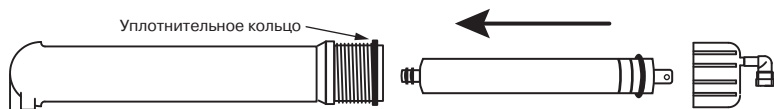

Рис. 16
1. Установите префильтр(ы). Первый префильтр (маркировка на колбе PREFILTER) уже установлен во всех моделях. В во вторую колбу (маркировка CARBON) установите угольный картридж. В третью ступень (SEDIMENT) установите механический префильтр. Картриджи, соответствующие ступеням очистки для каждой модели фильтров, перечислены в таблице на стр. 18 . Для установки картриджа необходимо раскрутить колбу при помощи ключа (10). Аккуратно снимите защитную пленку с картриджа и установите его в колбу. Обратите внимание на маркировку “THIS END NEXT TO VESSEL THREADS“ на верхней крышке картриджа. Закрутите колбу вручную, без применения ключа, не прикладывая чрезмерных усилий.
2. Установите мембрану. Для этого отсоедините трубку (H) от быстроразъемного коннектора крышки мембраны. Откройте крышку колбы мембраны (маркировка MEMBRANE). Смажьте силиконовой смазкой резиновые уплотнения мембраны. Установите мембрану в корпус согласно **рис. 16**. Смажьте силиконовой смазкой уплотнение крышки колбы мембраны и аккуратно установите его на колбу. Закрутите крышку колбы мембраны и пристыкуйте трубку (H). Следите, чтобы уплотнительное кольцо крышки колбы было установлено на колбе без перекосов.